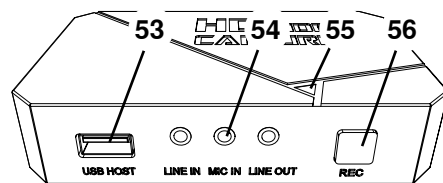

图35
- ⇒ 按HDMI 录像机的 REC 按钮（图35、56）。
- ◆ LED 信号灯（图35、55）变为红色。
- ⇒ 将耳机的麦克风电线（粉红色插头）插入 MIC IN（图35、54）（粉红色标记）。